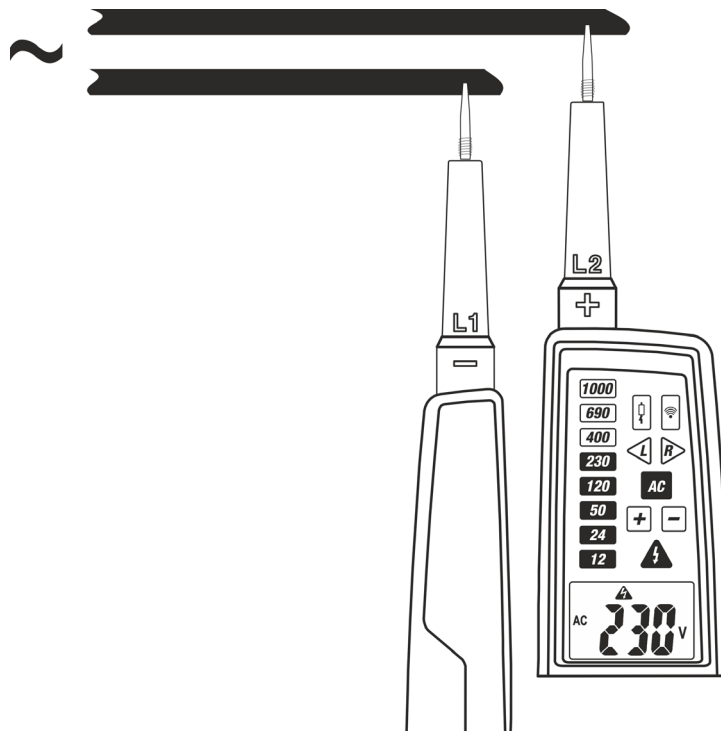

Abb. 5: AC Spannungsmessung
2. Verbinden Sie die Prüfspitzen **L1** und **L2** mit der zu messenden Quelle (siehe Abb. 5). Die Messung wird **nur bei Kontakt zwischen den Prüfspitzen und den Metallteilen der Leiter** durchgeführt.
2. Verbinden Sie die Prüfspitze L2 mit der zu messenden Quelle (siehe Abb. 5). Die Messung wird **nur bei Kontakt zwischen den Prüfspitzen und den Metallteilen der Leiter** durchgeführt.